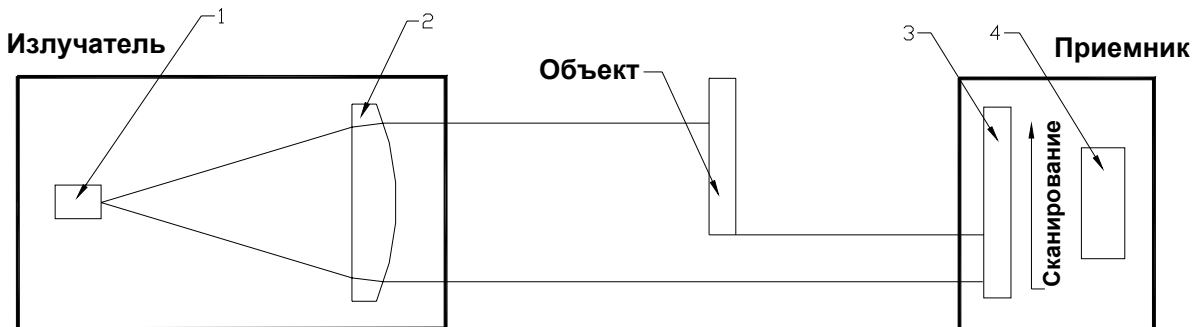

Рисунок 1.
4.1. В основу работы микрометра положен теневой принцип, рис.1. Микрометр состоит из двух блоков – излучателя и приемника.